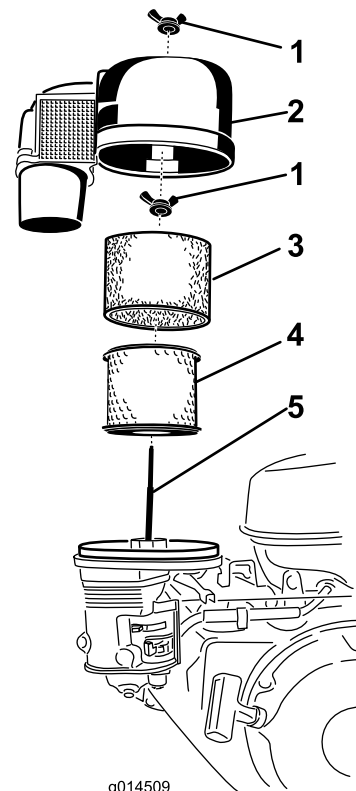

Figura 15
3. Retire la tuerca de orejeta, y retire la tapa del limpiador de aire con la cubierta del filtro de aire (Figura 15).
4. Retire el elemento de espuma (Figura 15).
5. Retire la tuerca de orejeta de la parte superior del elemento de papel y retire el elemento de papel (Figura 15).
1. Limpie el elemento de papel golpeándolo suavemente para eliminar el polvo. Si el elemento de papel está muy sucio, cámbielo (Figura 15).